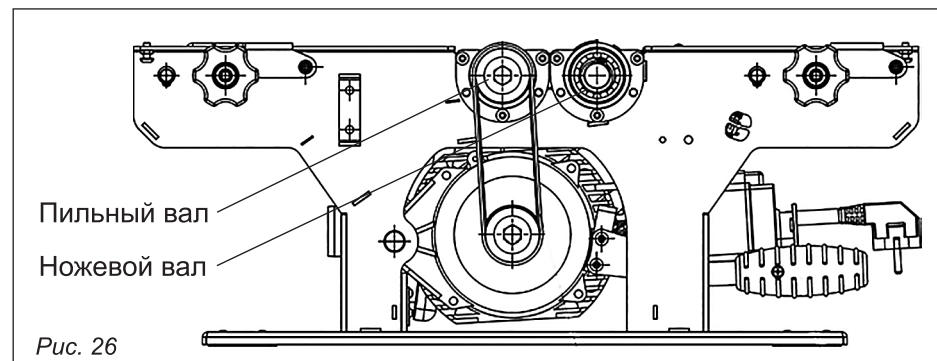

Рис. 26
8.3 Замена приводного ремня (рис. 26)